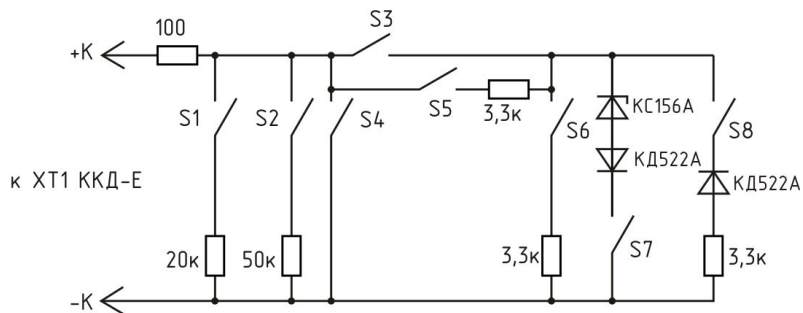

Рисунок 49 - Имитатор шлейфа извещателей
3) Подключить к проверяемому каналу имитатор шлейфа (рисунок 49), в соответствии с